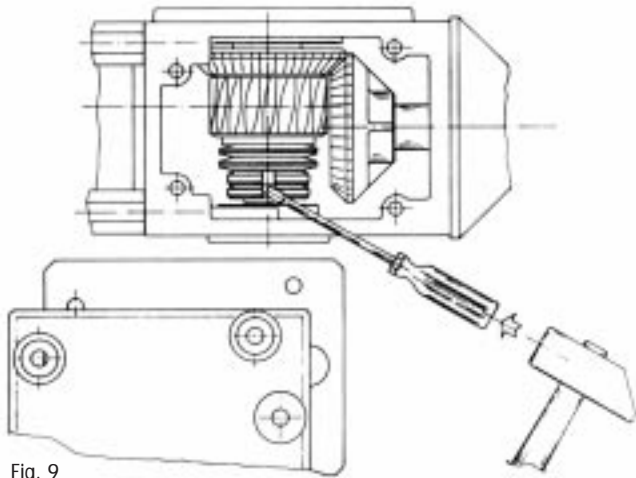

Fig. 9
Efectuar esta maniobra con el motor desconectado de la alimentación eléctrica. Para acceder al grupo embrague, que está bañado en aceite, quitar la tapa (B) y hacer girar las virolas que comprimen el muelle. Para aumentar la fuerza, girar hacia la derecha. N.B. Aplicar a la cancela sólo la fuerza necesaria para moverla, de modo tal que una persona sea capaz de pararla con la mano. Una vez concluida la regulación, volver a bloquear las dos virolas una contra otra (Fig. 9).
En el modelo BRACCIO, para poder mover la cancela manualmente es necesario liberarla de los motorreductores. Introducir la llave en la cerradura, girarla y levantar el actuador BRACCIO (Fig. 9) hasta que se desenganche de la cancela.